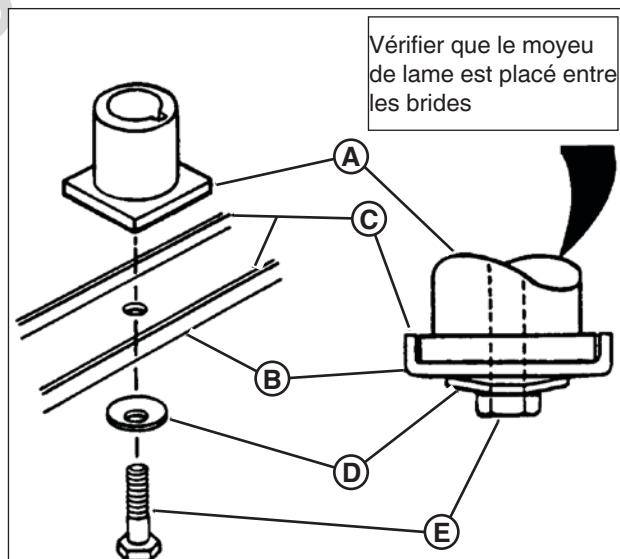

Figure 21 : Enlever la lame de la tondeuse
- Enlever la lame (**B**, **Figure 21**).
- Réinstaller la lame (**B**, Figure 21). Noter l'ordre d'assemblage correct :
- (A) Moyeu de lame
- (B) Lame
- (C) Bride de lame (vers le haut)
- (D) Rondelle conique (face concave vers le haut)
- (E) Capuchon vis